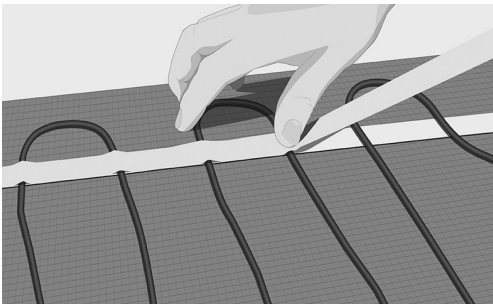

Fig. 12. Fäst kabeln med maskeringstejp
10. Fäst kabeln med hjälp av maskeringstejp. Maskeringstejpen appliceras noggrant och tätt runt kabeln och ner på den dubbelsidiga tejpen på golvet (Fig. 12).